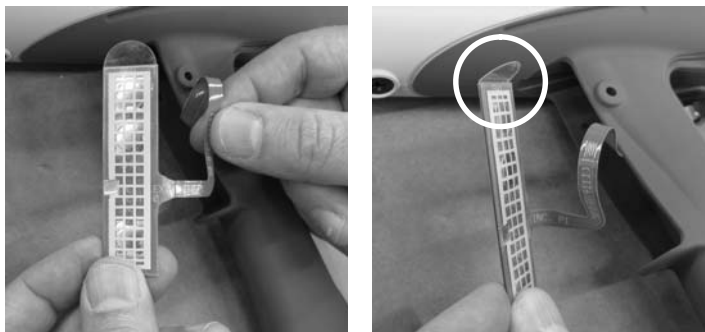

Рис. 6-10 Установка выключателя спускового устройства — операция 3
3. См. рис. 6-10. Выпрямить ленточный кабель, а затем отогнуть язычок в верхней части выключателя так, чтобы он располагался перпендикулярно выключателю.